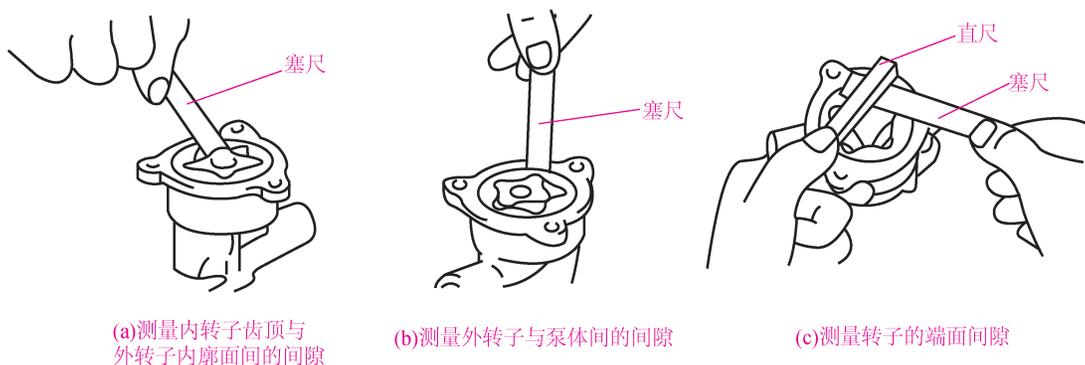

图3.1-2 转子式机油泵配合间隙的检查
(2)对于转子式机油泵应检查下面各处间隙,如图3.1-2所示。